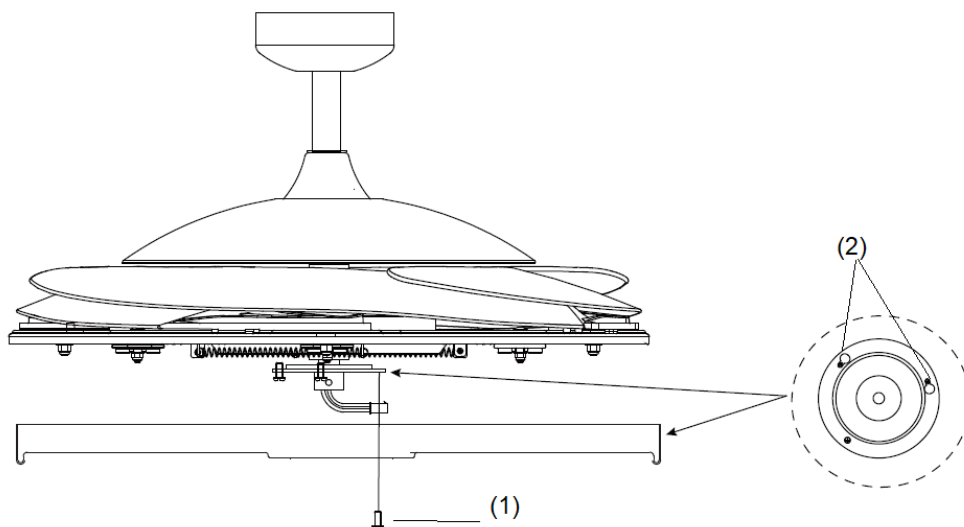

Fig. 6
INSTALLATION DU KIT D'ÉCLAIRAGE (Fig. 6 & 7)
1. Dévissez la vis (1) du support du ventilateur. Alignez les 2 vis à tête fendue avec les encoches clés (2) du support du kit d'éclairage. (Fig. 6)
2. Tournez le kit d'éclairage dans le sens inverse des aiguilles d'une montre jusqu'à ce que les vis à tête fendue soient calées à l'extrémité des encoches (2).
3. Fixez la vis (1) sur le support d'abat-jour. Serrez les 3 fils. Évitez de trop serrer.